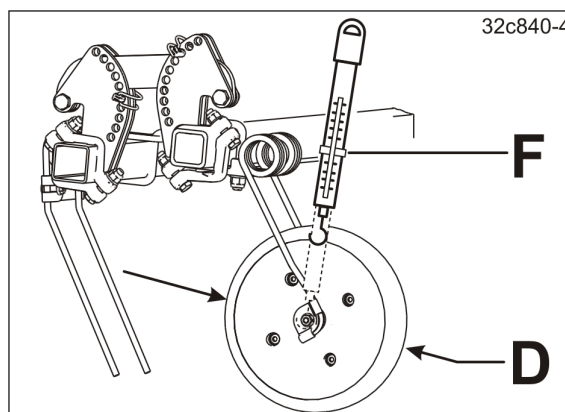

Bild 200
6. Kontrollera rulltrycket mot jorden med exempelvis en fjädervåg (se Bild 200).